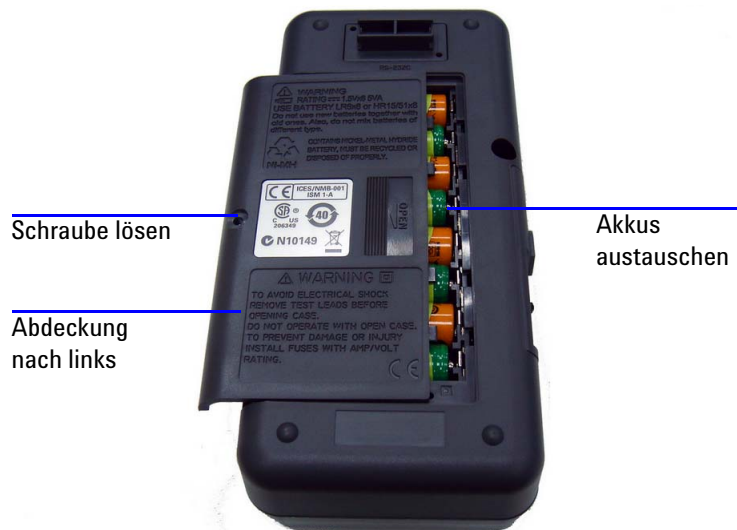

Abbildung 6-1 Akkuaustausch
- 2 Schieben Sie die Abdeckung nach links, ziehen Sie sie nach oben und entfernen Sie sie. Siehe hierzu Abbildung 6-1.